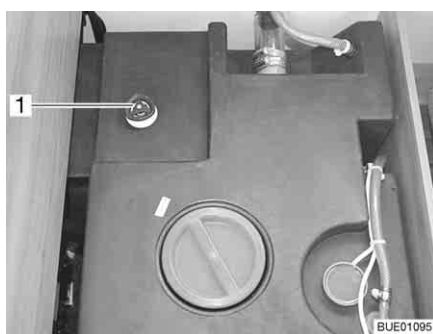

Fig. 150 Serbatoio dell'acqua con maniglia girevole
- Sul serbatoio dell'acqua ruotare la maniglia girevole (Fig. 150,1) in senso antiorario, oltre la resistenza verso l'esterno fino all'arresto, per aprire completamente l'apertura di scarico.